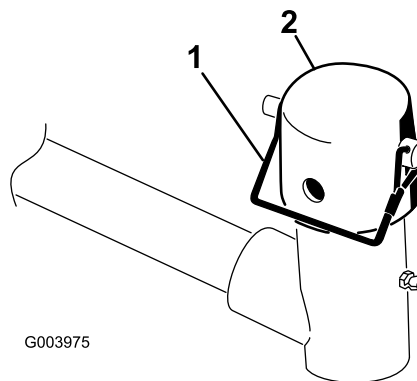

図 9
2. 昇降アームのピボットヨークからスナッパピンとキャップを外す 図 9。
**注** カッティングユニットをステアリングモードで使う場合はスロットを使い、固定モードで使用する場合には、穴を使う 図 9。